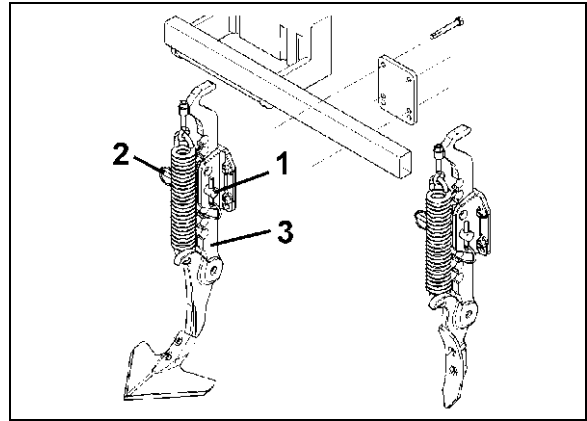

Fig. 29
3. İz gevşetici (Fig. 29/3) dişlemesinde pimleri (Fig. 29/1) değiştirerek çalışma derinliğini ayarlayınız ve kapaklı soket ile (Fig. 29/2) emniyete alınız.